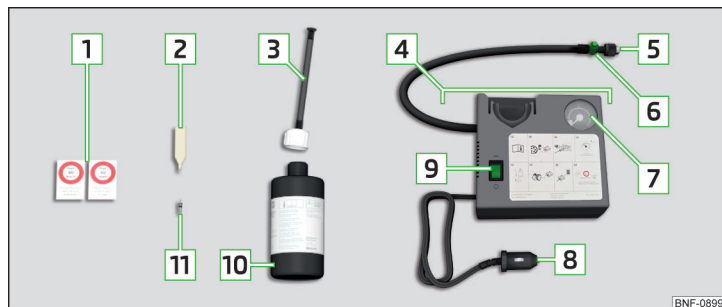

Fig. 321 Descripción del kit de averías
- Introducir el atornillador de inserto de válvula **2** » fig. 321 de la pág. 296 sobre el inserto de válvula de la manera que el inserto de válvula cabe en la ranura del atornillador de inserto de válvula.
- Enrosque fija la manguera de llenado del neumático **5** » fig. 321 de la pág. 296 sobre la válvula del neumático.